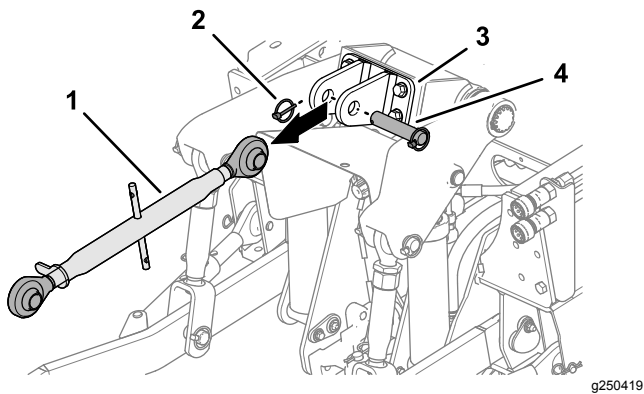

Figure 19
- Le cas échéant, déposez la goupille à anneau, l'axe de chape et le bras d'attelage supérieur à 3 points du support de bras d'attelage supérieur (Figure 19).